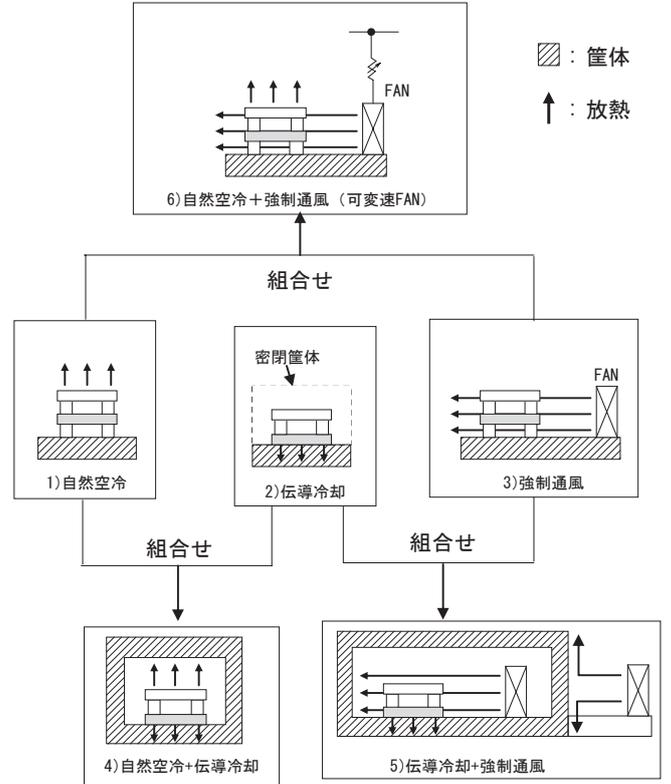

図3.1 冷却方法組合せ一覧表
- ・GHA700Fは図3.1 5)に示すように、伝導冷却+強制通風を組み合わせることで効率的な冷却を実現することが可能ですが、FAN等の故障により強制通風が停止した際に、伝導冷却によって過熱保護検知が動作せず、部品が高温になる可能性があります。強制通風停止を想定した際の保護措置が必要な場合は当社までお問い合わせください。